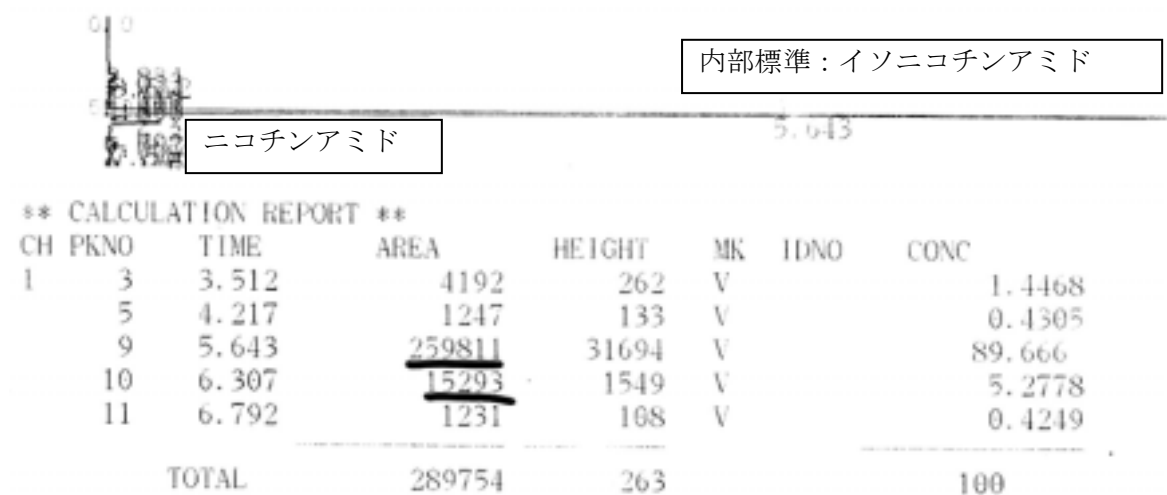

図 12. 鯉筋肉を試料としたときの HPLC クロマトグラムの例
1)で求めた値×(500 / 20)×(1.26 / 1.0)×(9.8 / 1.2)×(3.2 / 1.0)×(1.0 / 0.6) (図12).